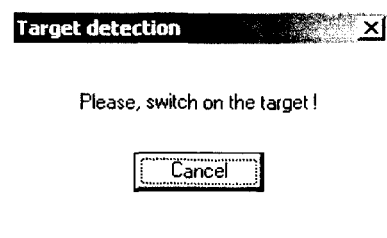

Рис. 3.4. Подключение к телефону
4. При появлении на экране диалогового окна, приведенного на рис. 3.4, примерно на 0,5 с нажимают клавишу включения телефона. При этом программа Monitor 6.8 начнет размещение в оперативной памяти телефона начального загрузчика.